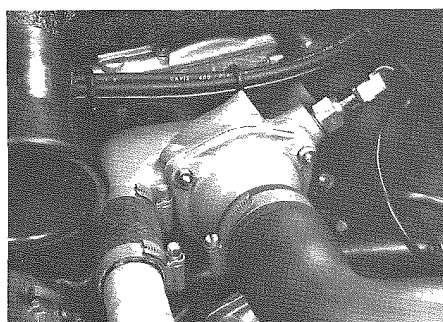

Fig. 21 - Manicotti di raccordo acqua
- Smontare i manicotti di raccordo acqua anteriori 1 e 2 (**Fig. 21**); staccare il rilevatore termometrico 3.
- Remove front water connection manifolds 1 and 2 (**Fig. 21**); disconnect thermometric reader 3.